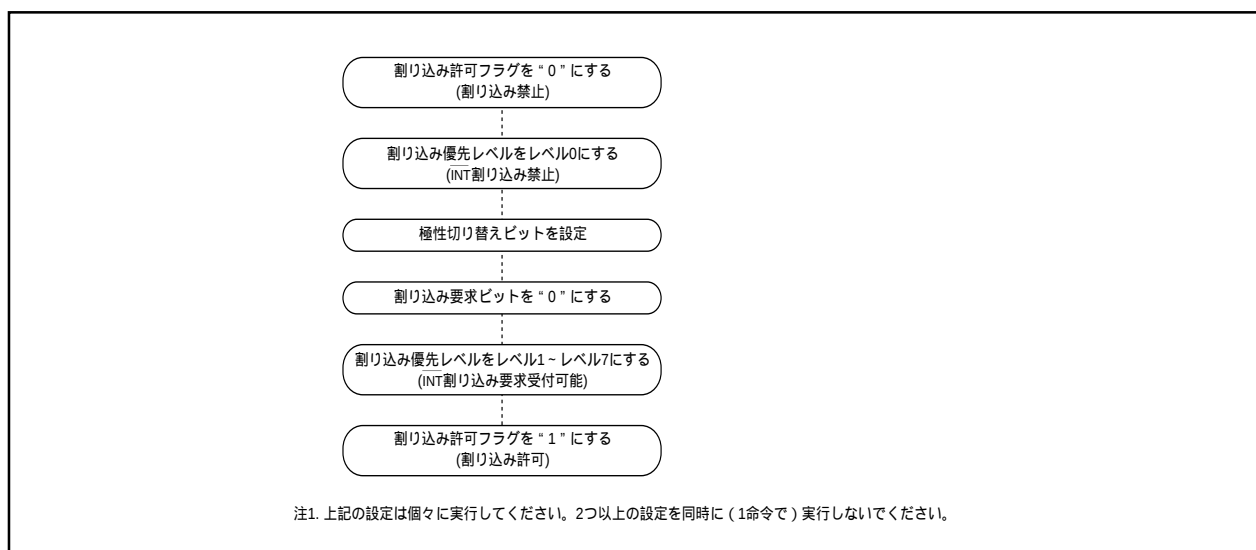

図1.11.13. INT割り込み発生要因の切り替え
(4) 外部割り込み
- $\overline{\text{INT0}}$ ~ $\overline{\text{INT5}}$ 端子の極性を切り替えるときに割り込み要求ビットが“1”になることがあります。切り替えを行った後、割り込み要求ビットを“0”にしてください。 $\overline{\text{INT}}$ 割り込み発生要因の切り替え手順例を図1.11.13に示します。